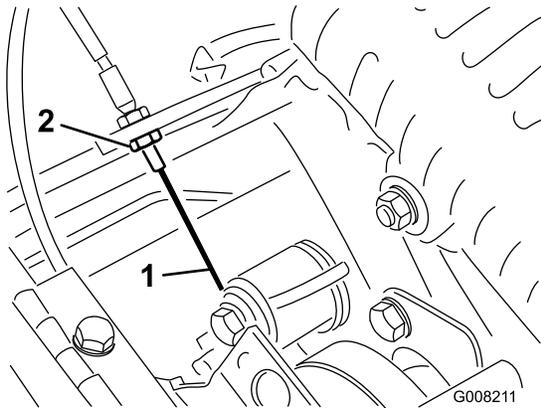

図 42
3. 走行ケーブルの前ジャムナットをゆるめ、後ジャムナット (図 42) を締めてケーブルの張りを出し、3~4kg の力で走行コントロールがつかないようにする。力の計測はコントロールノブの部分で行う。